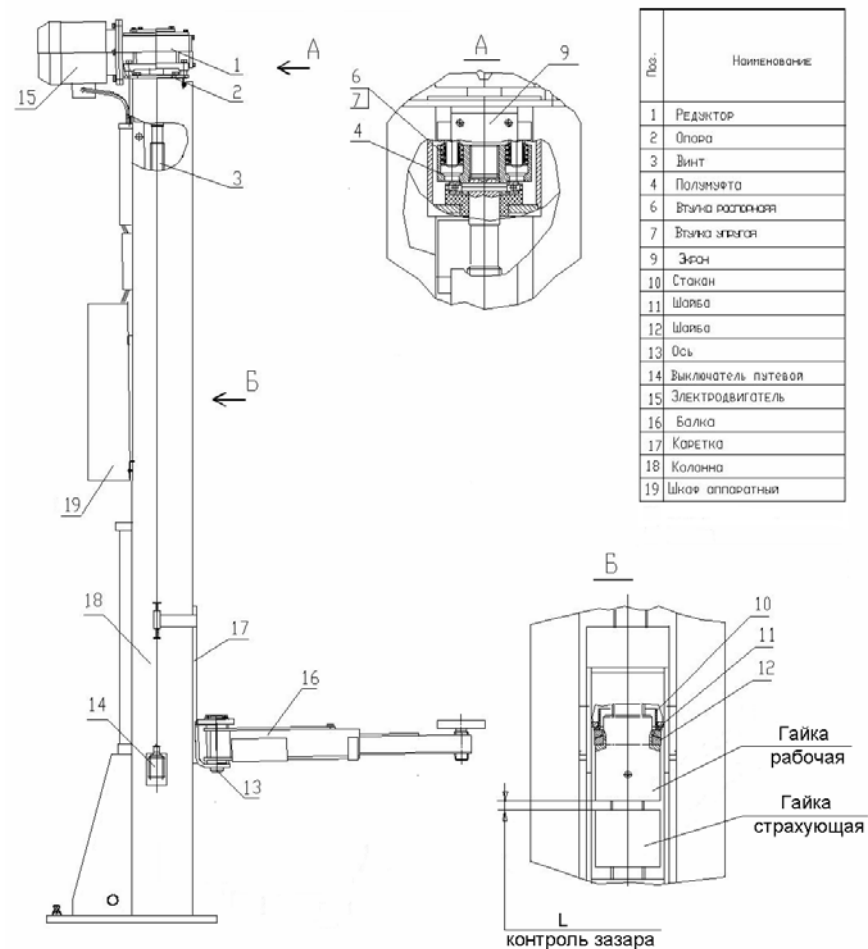

Рис. 3. Стойка подъемника ПЛД-3, ПЛД-3-01
4.3. Основные узлы и детали, входящие в состав стоек, приведены на Рис.3.